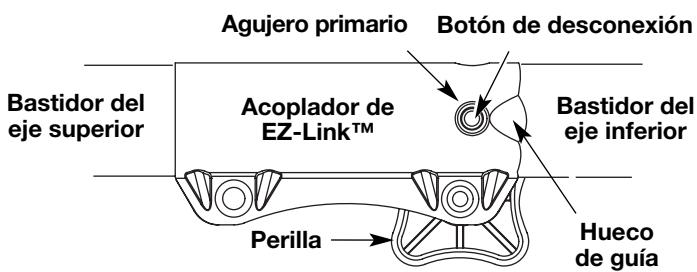

Fig. 21
3. Mientras que firmemente sostiene el accesorio, empújelo derecho en el acoplador hasta el botón liberador (Fig. 21) se encaja a presión hacia el agujero primario (Fig. 21). El agujero primario está en el lado opuesto del acoplador de la perilla (Fig. 21). La alineación del botón de desconexión con el hueco de guía facilitará la instalación (Fig. 21).
3. Oprima y sostenga el botón de desconexión (Fig. 21).
4. Mientras sostiene el bastidor del eje superior con firmeza, tire del accesorio de corte o accesorio en línea recta fuera del acoplador EZ-Link™ (Fig. 21).